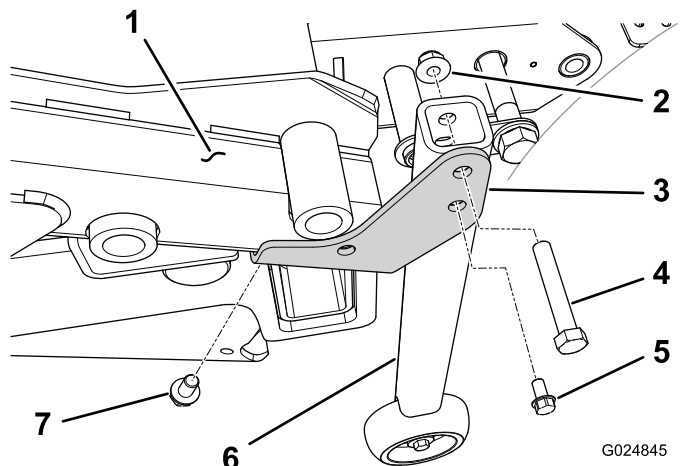

Figura 48
inferior de cada esquina trasera del bastidor de la carcasa con un tornillo autorroscante ($\frac{3}{8}$ " x $\frac{5}{8}$ ") (Figura 48).
4. Instale un conjunto de rodillo en cada soporte de conversión con un perno ($\frac{3}{8}$ " x $2\frac{1}{4}$ ") y una tuerca con arandela prensada (Figura 48).